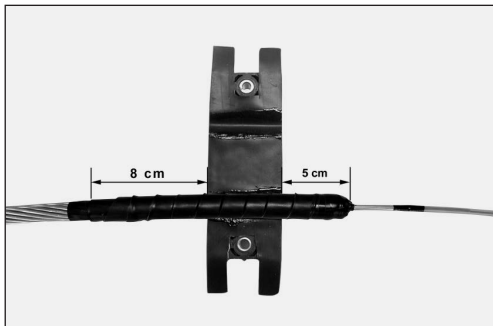

Figura 45
6.21 Posicione o cabo na seção do cabeçote, obedecendo as medidas indicadas na figura 45.